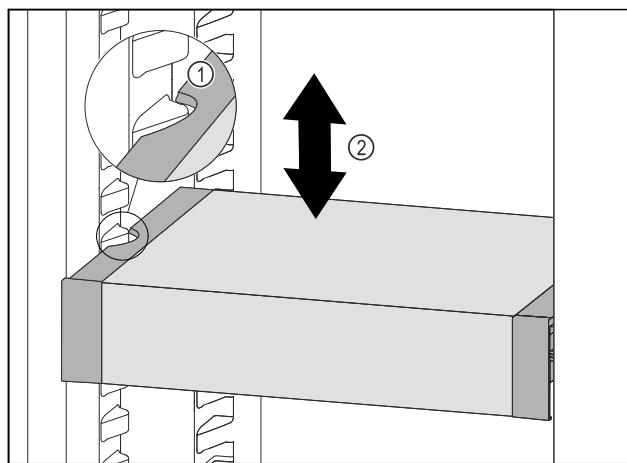

Fig. 105
- VarioSafe nach vorne ziehen, bis sich die seitlichen Aussparungen des VarioSafes auf Höhe der Behälterrippe im Kühlteil befinden. Fig. 105 (1)
- VarioSafe im Kühlteil nach oben oder unten bewegen, bis gewünschte Höhe erreicht ist. Fig. 105 (2)